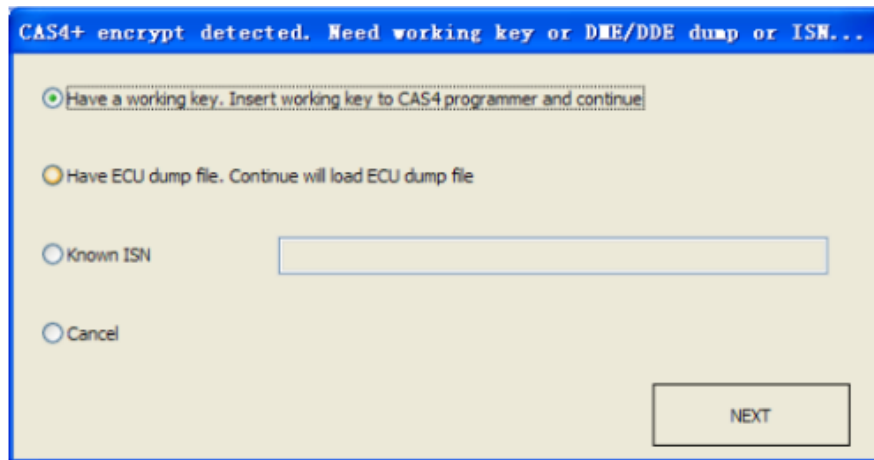

IMAGEN 6.3
- Bajo la función “Make Dealer Key” para CAS4 versión encriptada obtendrá una imagen como la de la **(IMAGEN 6.3)**:
- **Seleccione una posición en blanco para la llave, ingrese una llave en blanco al programador VVDI2, presione el “Make Dealer Key”.** La versión no encriptada completará la creación de la llave directamente. Si es versión encriptada, obtendrá una ventana como la de la \(IMAGEN 6.3\), tiene dos métodos para hacer una llave dealer:
- **Agregar una llave (duplicado):** Cuando obtiene una ventana como la de la \(IMAGEN 6.3\), seleccione “Have a working key”:
- **Todas las llaves perdidas:** (Solo la versión encriptada 5M48H tiene para todas las llaves perdidas). Cuando obtenga una ventana como la de la \(IMAGEN 6.3\):